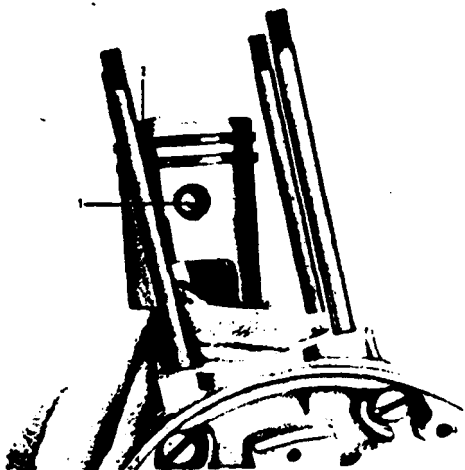
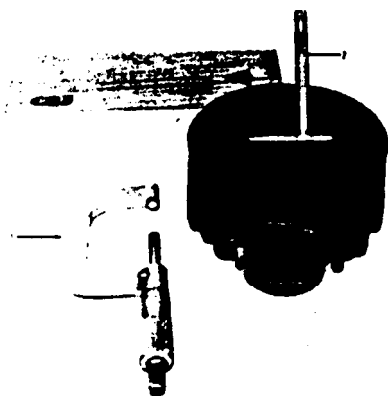

Fig. 10. Demontage zuiger
Fig. 17. Cylinder opmeten met speermaat
- 3 Zuigerborgveertjes (fig. 10/1) uit de zuiger verwijderen. Dit moet met een platbektangetje gebeuren en wel met een draaiende en tevens trekkende beweging. Zuigerpen uitdrukken en zuiger wegnemen. Zou de zuigerpen eventueel vastzitten, iets dat praktisch nooit voorkomt, dan de pen niet met geweld uitslaan, maar met een zuigerpenuitdrijver uitdrukken.
Zuigerveergroeven alleen schoonmaken als de zuigerveren vastgebrand zitten of als nieuwe veren gemonteerd moeten worden. Wordt dit toch gedaan, dan gaat de afdichtende werking van de veren verloren en gaat de veer eerder tikken. Ook goed opletten dat de zuigerveerborgpennetjes (fig. 10/2) goed vast in de zuiger zitten. Het opmeten van de zuiger en cylinder moet gebeuren met een micrometer en een speermaat. De speermaat moet in de cylinder op de werkszijde net onder de stootrand worden aangebracht (fig. 17). Hierbij moet gezorgd worden dat de speermaat zuiver horizontaal en in het hart van de cylinder staat ; dit om een foutieve meting te voorkomen. Speermaat vastzetten en schuin uit de cylinder nemen. Dan de speermaat tussen een buiten-micrometer plaatsen en de verkregen maat (maat a) noteren (fig. 17 a). Nu de diameter van de zuiger met de micrometer opmeten en wel onder aan de mantel op de werkszijde (dus haaks op de zuigerpen). Ook nu de verkregen maat (maat b) noteren en van maat a aftrekken. Het verschil is de tolerantie tussen zuiger en cylinder.